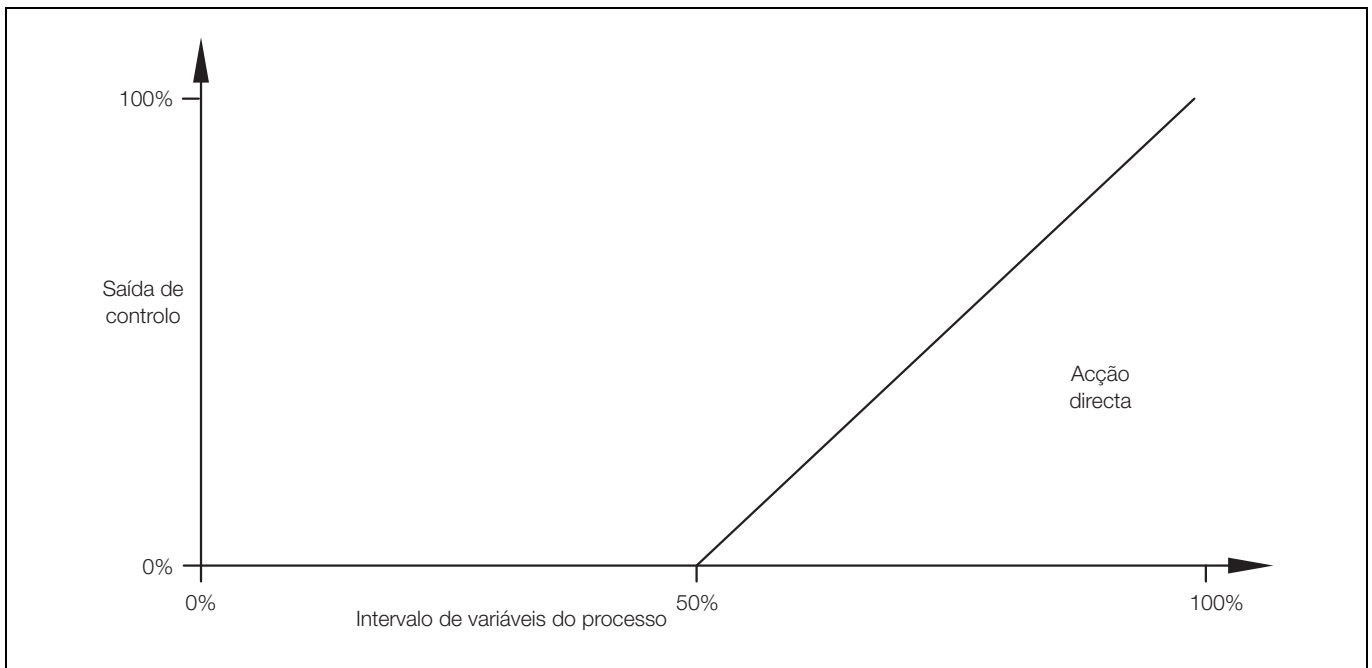

Fig. B.3 Controlo PID único de acção directa
B.1.2 Controlo PID único de acção directa – Fig. B.3